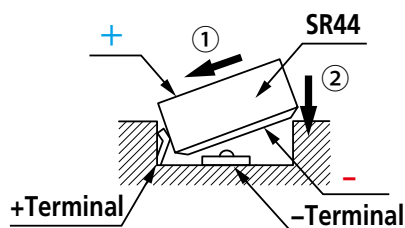

Fig. 1
3. Instale un batería SR44 (**Código No.938882**) con el lado positivo hacia arriba. (**Fig. 1**)